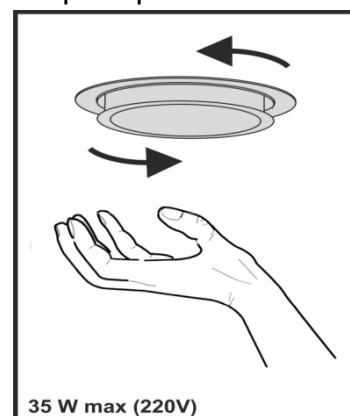

Рис.8
7.12 На витяжці встановлені галогенні лампи підсвітки робочої зони плити. Перед початком заміни ламп освітлення необхідно відключити витяжку від електромережі, дати можливість охолонути лампам. Для заміни лампи необхідно зняти фільтри, віджати тримач патрона на себе, щоб лампа вийшла з корпусу витяжки, утримуючи тримач патрона, злегка надавити на лампу в напрямку патрона і, повернувши її проти годинникової стрілки, вийняти (**рис.8**). Замість неї необхідно встановити нову з тими ж характеристиками і встановити фільтри.